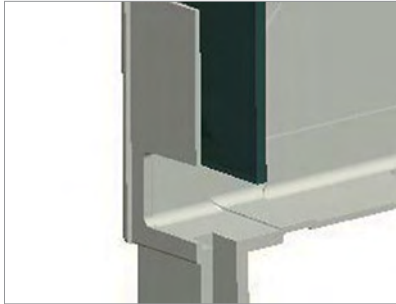

Abb. 3.4
- unterer Rand des Abweisblechs soll die untere Bohrung an der hinteren Wand der Blendenkappe nicht abdecken (für Blendenkappen **SF250**, **SF250/S**, **SF300**) (Abb. 3.4).